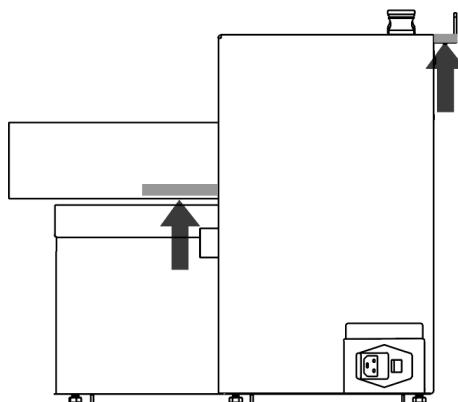

Figure 4 Points de levage du docker
**AVERTISSEMENT :** ÉQUIPEMENT LOURD – Demandez TOUJOURS à plus d'une personne de déballer et de déplacer cet équipement de la palette d'expédition à l'aide des points de levage (Figure 4). Consultez la